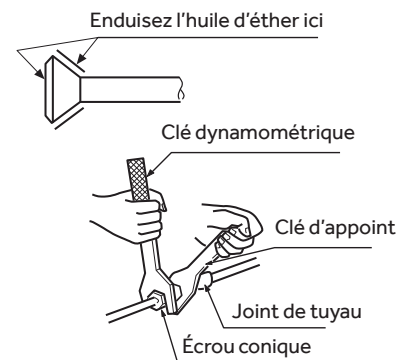

Fig. 1
(1) Changez le sens d'installation de la boîte électrique selon les exigences des étapes ci-dessous (voir la Fig.1).
- ① Retirez le couvercle de la boîte électrique (2 vis)
- ② Retirez la boîte électrique (2 vis)
- ③ Retirez la plaque du dessus (4 vis)
- ④ Changez la direction de sortie du câblage (bobine de la soupape électrique) entre l'équipement et la boîte électrique;
- ⑤ Installez la boîte électrique
- ⑥ Tournez de 180° pour installer la plaque du dessus;
- ⑦ Installez le couvercle de la boîte électrique.
- Pour connecter les tuyaux à la trousse de connexion ou les en retirer, utilisez une clé dynamométrique et une clé d'appoint comme illustré à la Figure 1.